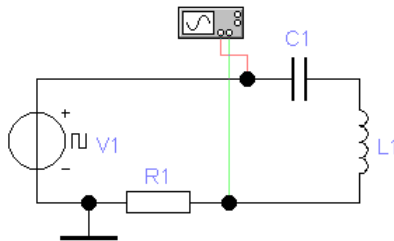

Рис. 6
3.11. Соберите схему для исследования напряжения на сопротивлении в последовательной RLC -цепи (рис. 6) при ее подключении к источнику периодической последовательности импульсов напряжения прямоугольной формы.
Согласно рис. 6 канал А вертикального отклонения осциллографа отображает напряжение источника $V1$, а канал В – напряжение на сопротивлении в последовательной RLC -цепи. Осциллограммы сигналов рекомендуется отображать разным цветом.